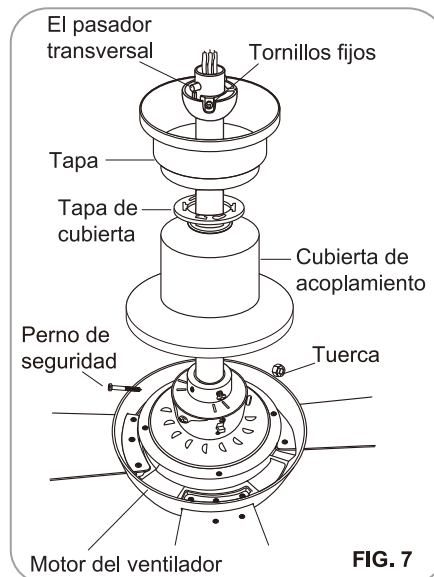

FIG. 7
Paso 2. Afíe los dos tornillos de fijación del acoplamiento del conjunto del motor del ventilador del motor. (Fig.7)
Paso 4. Proporcione los cables del ventilador a través de la varilla cuidadosamente. (Fig.7). Atornille la varilla en el acoplamiento del conjunto del motor del ventilador. Inserte el perno de seguridad en el acoplamiento y la varilla e instale la tuerca. Apriete bien. Entonces apriete los tornillos de fijación.
Paso 5. Deslice la cubierta de acoplamiento, la tapa de cubierta, y la tapa en la varilla (Fig.7).Y vuelva a instalar la bola de suspensión cuidadosamente en la varilla, entonces por favor asegúrese de que el pasador transversal esté en la posición correcta, los tornillos de fijación estén apretados, y los alambres no sean torcidos.